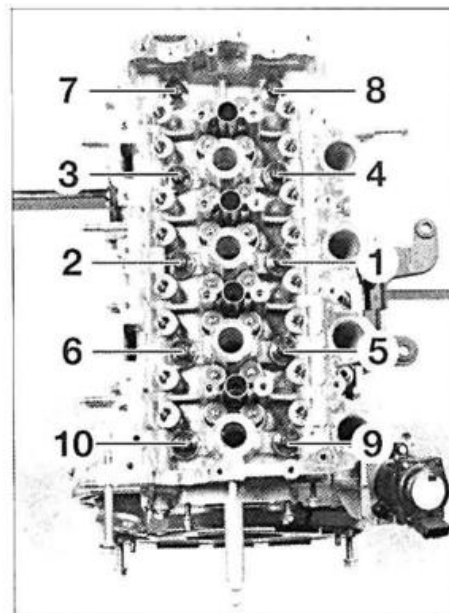

FIG. 51
- apretar los tornillos de culata respetando el orden (fig. 51) y el par de apriete prescritos (ver "Características").